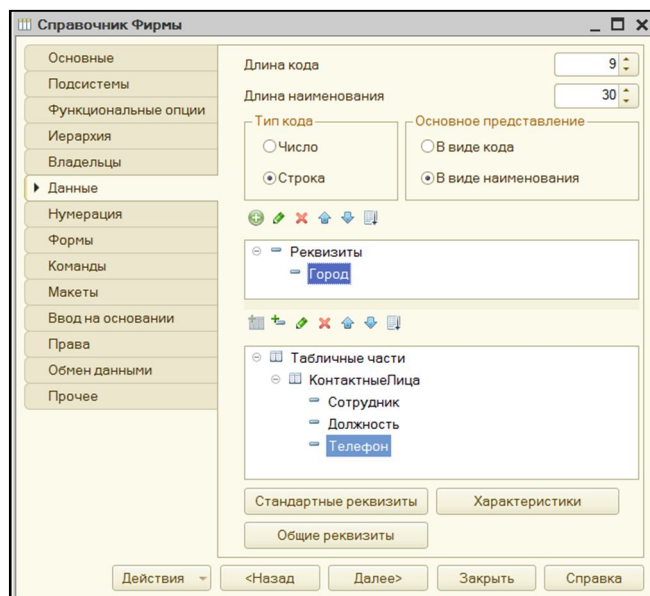

Рис. 18. Внесение реквизитов в табличную часть справочника «Фирмы»
2) для добавления в табличную часть реквизитов(рис. 18) используется кнопка «Добавить реквизит» панели «Табличной части»: